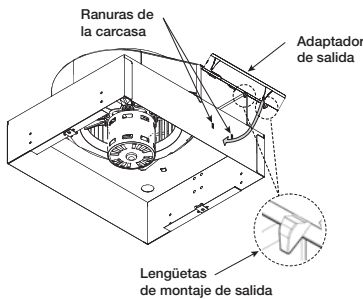

Figura 3 — Gire y Enganche la Salida Instalación
2. Gire el adaptador de salida hasta que las dos lengüetas de montaje se enganchen completamente en las ranuras de la carcasa, según se muestra en la Figura 3.